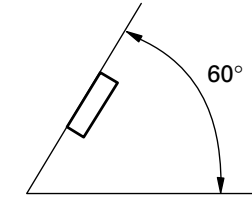

Fig. 4
- L'angle de l'installation, ne doit pas dépasser 60° par rapport à l'horizontale, faute de quoi l'unité ne fournira pas ses performances optimales. (Fig. 4)